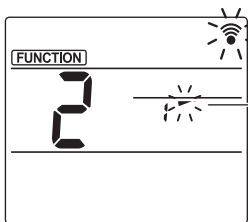

Fig. 3-3
- (3) Réglage de l'angle d'ailette (Fig. 3-3) Appuyez sur les touches [↑] [↓] pour sélectionner l'angle d'ailette (B). Pointez la télécommande sans fil vers le récepteur de l'appareil intérieur, puis appuyez sur la touche [SET].
- (4) Appuyez sur la touche [MENU] pour terminer les réglages.